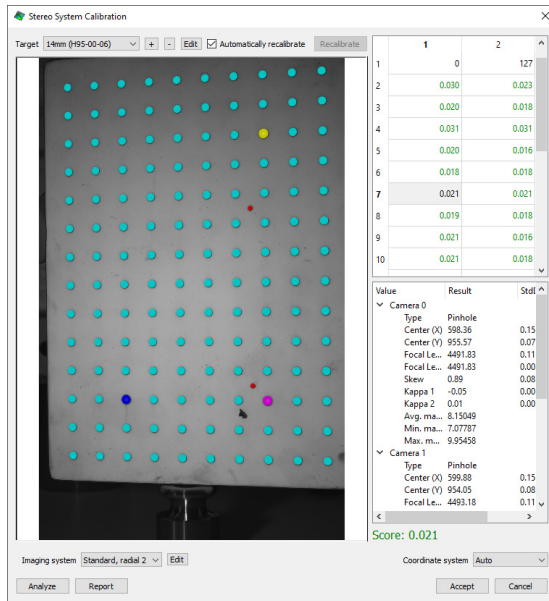
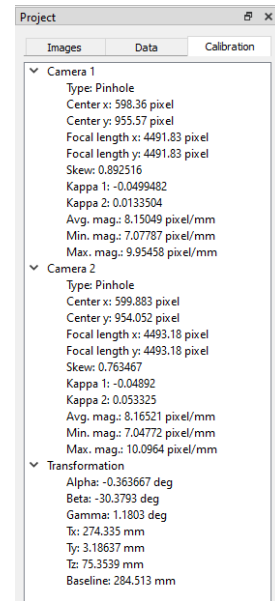

图8:标定对话框窗口
图9:项目工作区中的标定选项卡
- VIC-3D (EDU)软件报告的标定，包括两个类似于下面的截图，如果没有在报告中。右边的项目文件应该包含相机1和相机2的内部参数，以及转换。下面的图8和图9显示了示例供您使用。